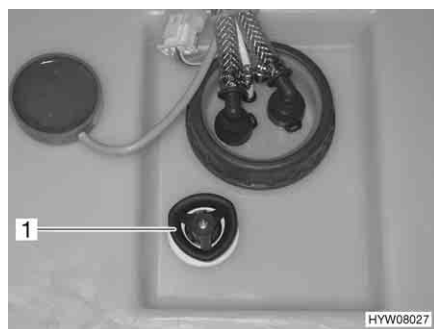

Fig. 90 Serbatoio dell'acqua con maniglia girevole
- Sul serbatoio dell'acqua, ruotare la maniglia girevole (Fig. 90,1) in senso orario fino all'arresto.
- Sul serbatoio dell'acqua, ruotare la maniglia girevole (Fig. 90,1) in senso antiorario fino all'arresto. L'acqua fuoriesce fino a ca. 20 litri.
- Sul serbatoio dell'acqua ruotare la maniglia girevole (Fig. 90,1) in senso antiorario, oltre la resistenza verso l'esterno fino all'arresto, per aprire completamente l'apertura di scarico.